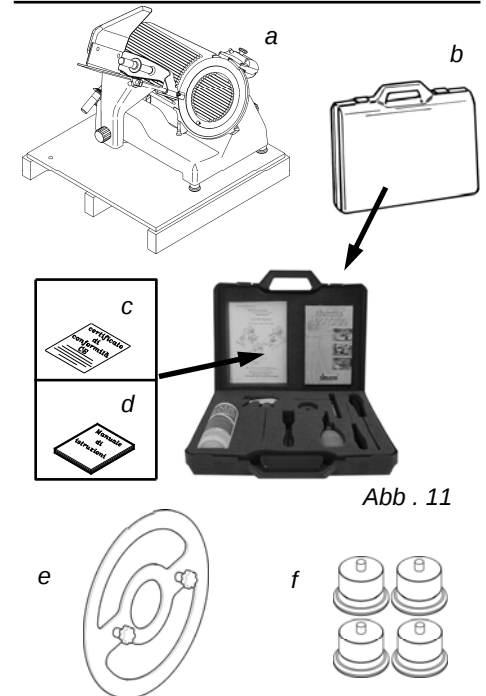

Abb. 11
- die Maschine auf Palette (Abb. 11 Teil a);
- den Schneideblattnahmer (Abb. 11 Teil e);
- 4 Füße (Abb. 11 Teil f);
- Koffer, falls vorhanden Koffer, falls vorhanden (Abb. 11 Teil b).
(Abb. 11):